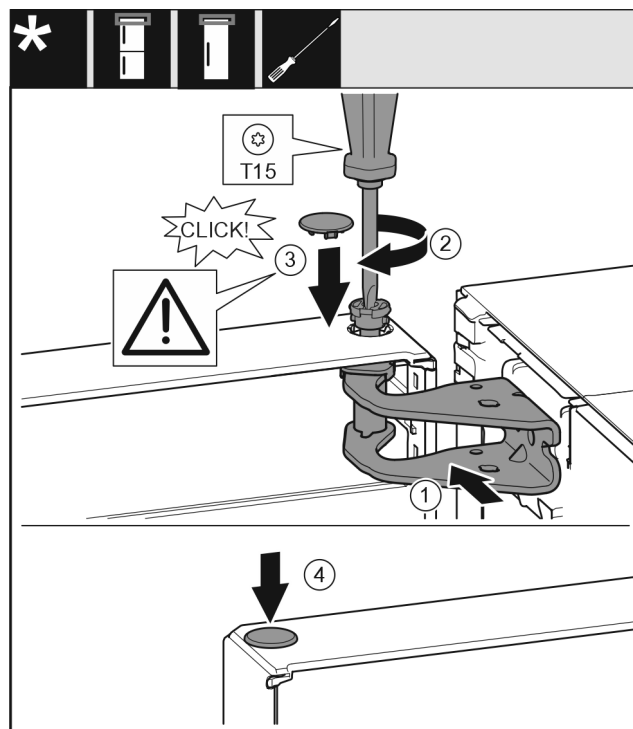

Fig. 19
- ▶ Justér døren foroven i forhold til åbningen i hængselbukken. Fig. 19 (1)
- ▶ Sæt bolten i, og skru den fast med skruetrækker T15. Fig. 19 (2)
- ▶ Monter sikringsafdækningen for at beskytte døren: Anbring sikringsafdækningen, og kontrollér, om det hviler på døren. Hvis dette ikke er tilfældet, skal boltten sættes helt i. *Fig. 19 (3)*
- ▶ Sæt propperne i. *Fig. 19 (4)*